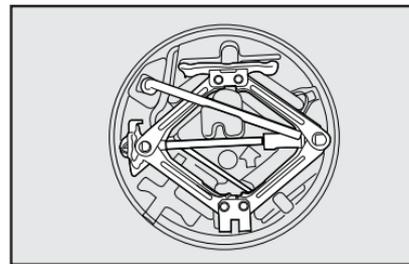

fig. 4
- Saque las herramientas y el crique de su seguro **fig. 4**.